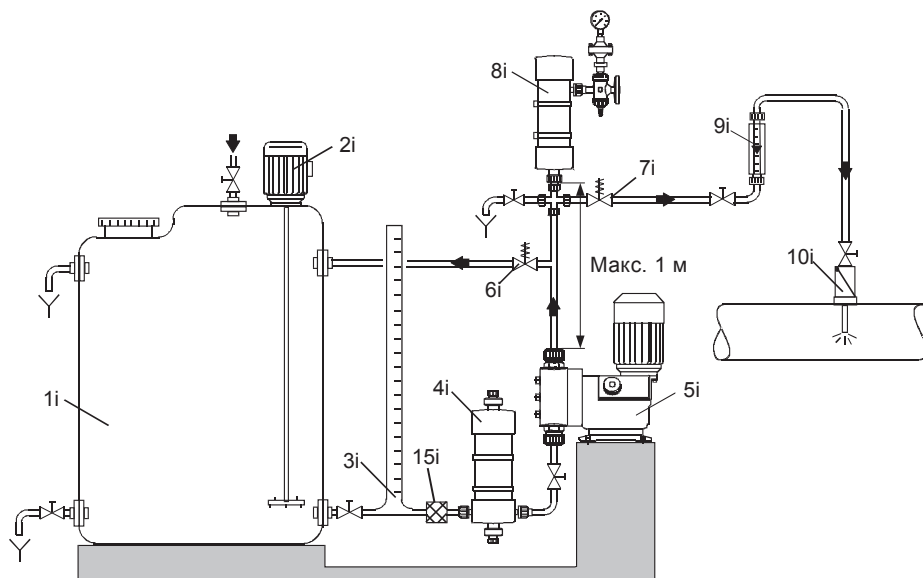

Рис. 9 Пример оптимального монтажа
**Внимание** *устанавливать в непосредственной близости от всасывающего и нагнетательного клапанов насоса (см. рис. 9). Соответственно подбираются размеры всасывающих и нагнетательных линий. Поскольку пульсации зависят от множества факторов, важно использовать конкретные расчеты. Запросите данные из программы расчёта.*